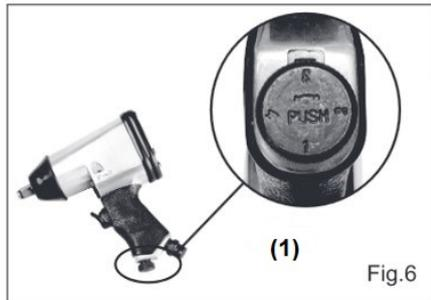

Fig.6
5. Stellen Sie den Luftstrom ein, indem Sie den Luftregler und den Drehknopf von den Positionen 1 bis 4 nach unten drücken **(1)**, Abb. 6) und die gewünschte Zahleneinstellung mit dem eingelassenen Pfeil ausrichten (Pos. 1 = geringste Luftmenge, Pos. 4 = höchste Luftmenge).